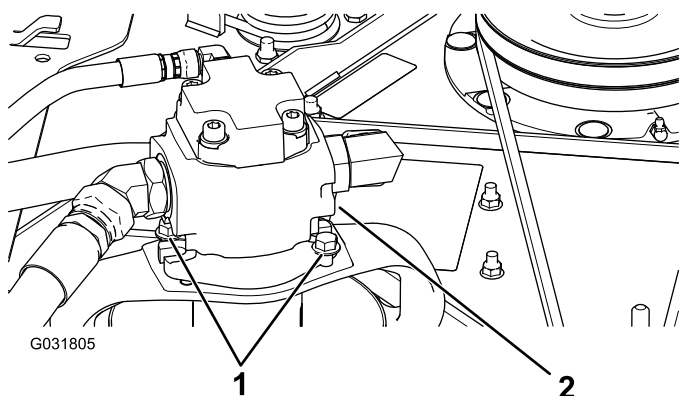

Figura 115
5. Retire os parafusos que fixam o motor hidráulico à plataforma do cortador (Figura 115).
3. Retire os parafusos que fixam o motor hidráulico à plataforma do cortador (Figura 115).